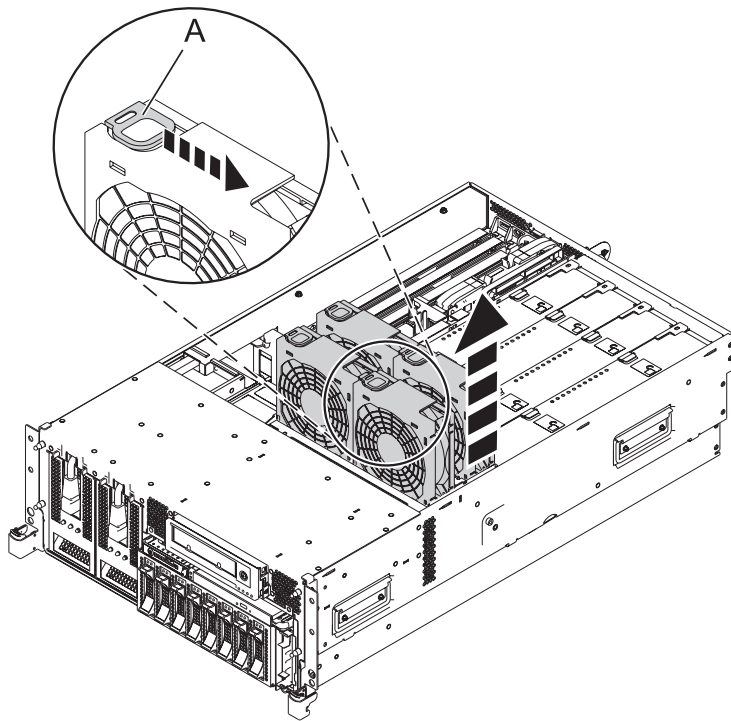

Abbildung 2. Ventilator aus Ventilatorrahmen ausbauen
- a. Möchten Sie die Ventilatoren ausbauen, drücken Sie die Zunge (A) zusammen und heben Sie den Ventilator aus dem Ventilatorrahmen (siehe Abb. 2 auf Seite 5).